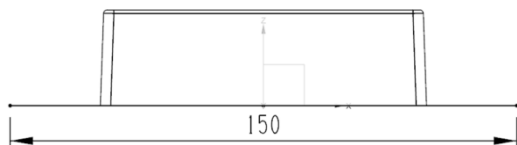

图 11-6 绘制直线
(9) 单击“拉伸”按钮，以 ZOX 平面为草绘平面， X 轴为水平参考，绘制一条直线，如图 11-6 所示。